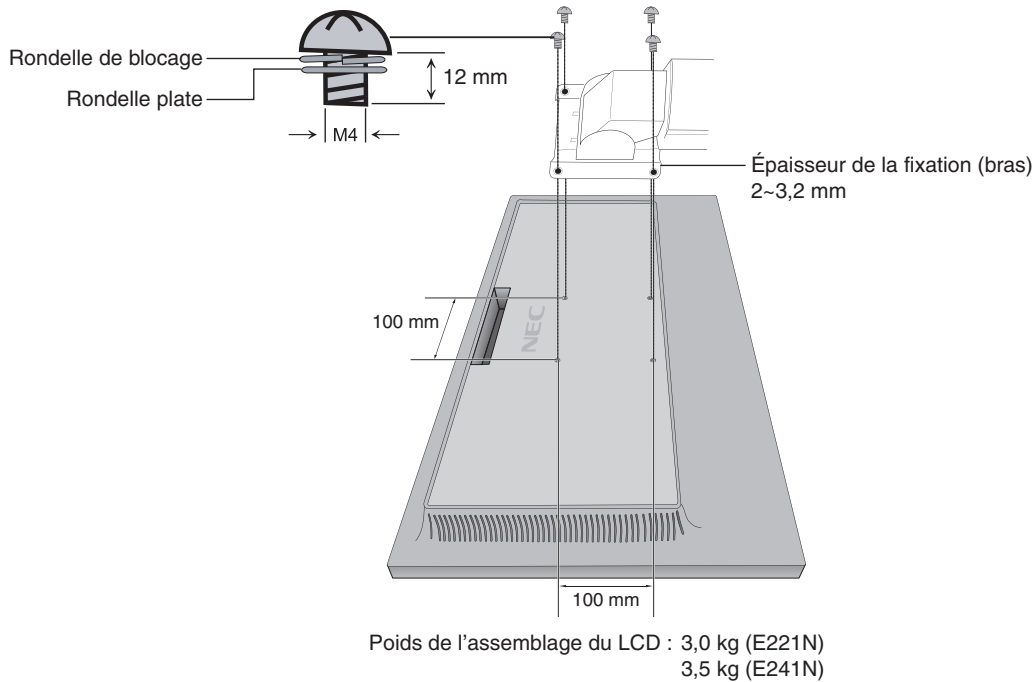

Figure F.1
2. Utilisez les 4 vis retirées du support, ou celles qui sont adaptées, pour fixer le bras au moniteur (**Figure F.1**).
Attention : utilisez UNIQUEMENT les 4 vis retirées du support ou celles qui sont adaptées (**Figure F.1**) pour éviter d'endommager ce dernier, ou le moniteur.